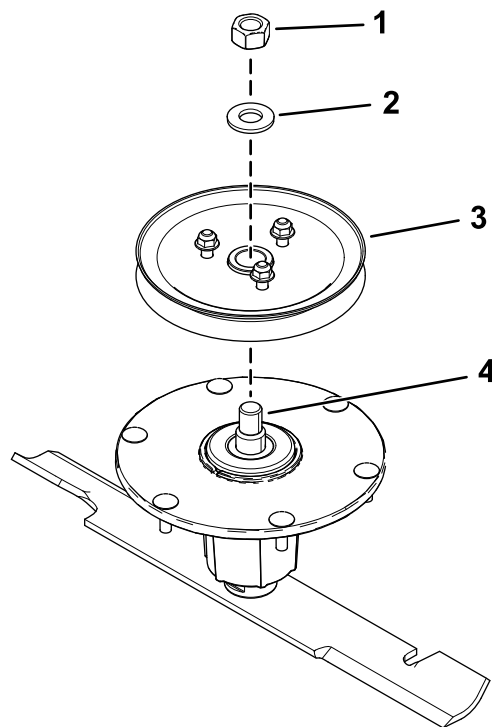

Figur 8
4. Monter de 3 møtrikker løst på pindboltene (Figur 8).